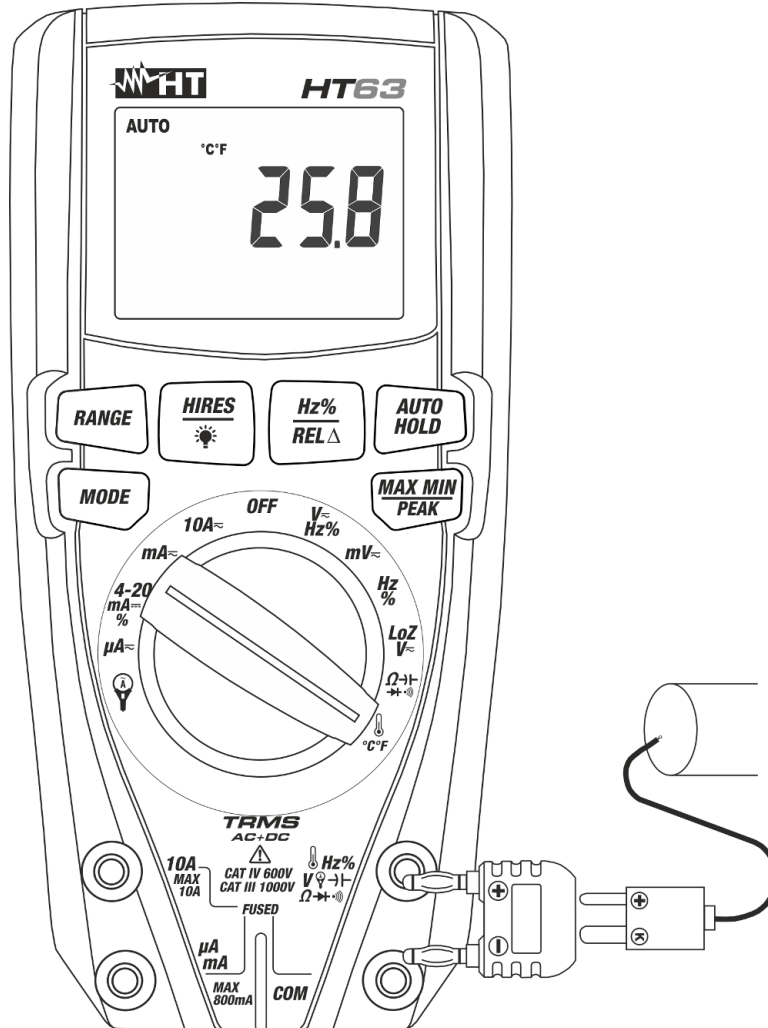

Fig. 9: Uso dello strumento per misura di Temperatura
3. Inserire l’adattatore in dotazione nei terminali di ingresso Hz% V Ω (polarità +) e **COM** (polarità -) (vedere Fig. 9)